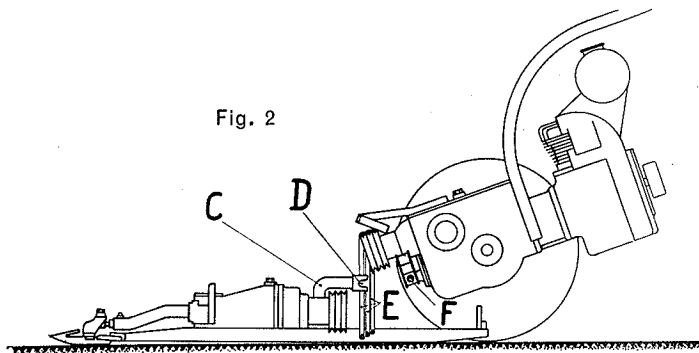

Fig. 2
2. Montage des Mähapparates am Fahrwerk (Fig. 2, 3)